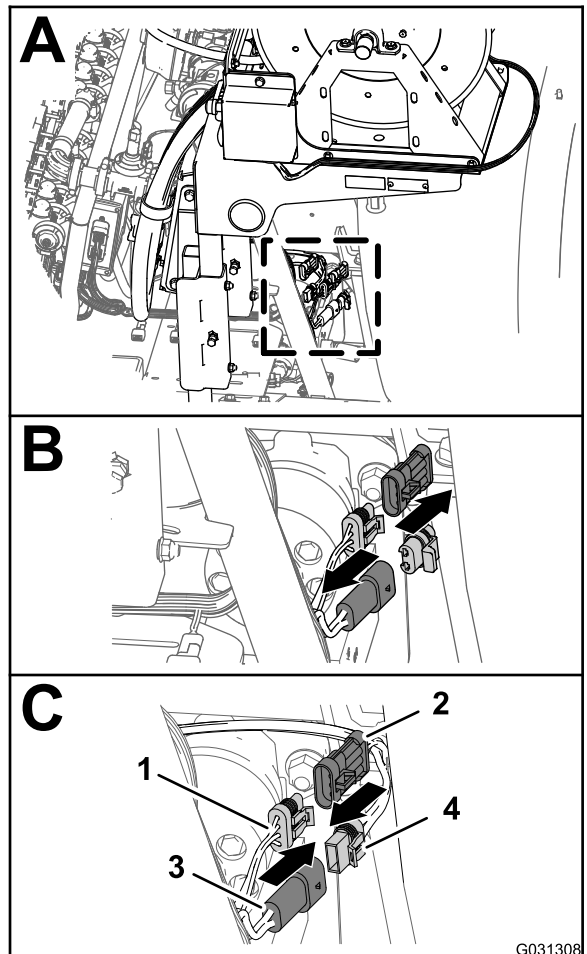

图171
- 在机器的后部找到位于打药车药缸后部的电动软管卷套件的线束图171。
- 从用于软管卷电源的后主线束的 2 针接头拔出保护塞图171。
- 将用于电动软管卷的线束的 2 插槽接头接入后主线束的 2 针接头图171。
- 从用于喷洒线束互连的后主线束的 3 插槽接头取下保护帽图171。
- 将用于电动软管卷的线束 3 针接头接入后主线束的 3 插槽接头图171。